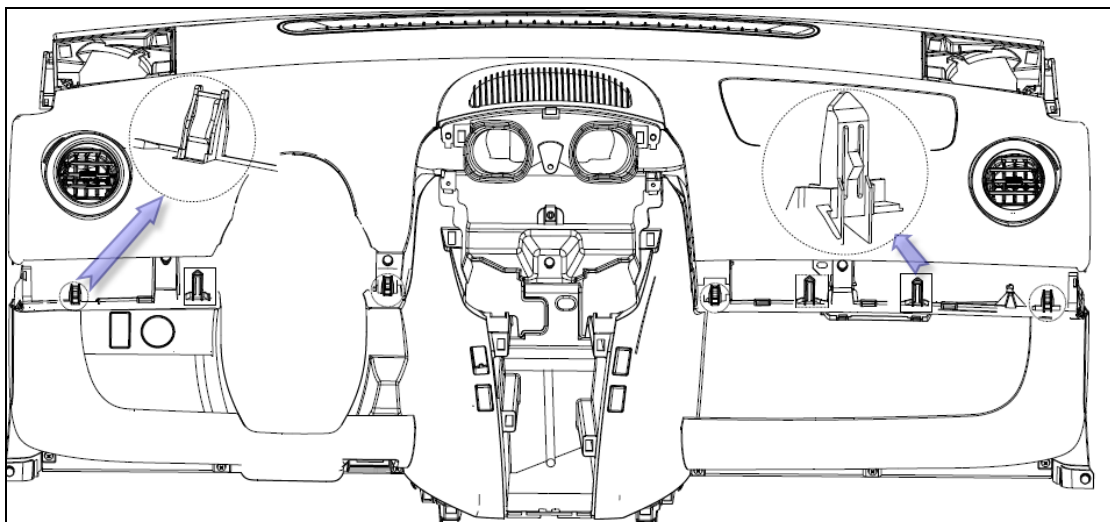

图 2.4.5 仪表板上本体总成拆卸示意图（三）
- (3) 用适当的力将仪表板上本体前沿往上抬起,使图示卡脚全部脱离后,抬起仪表板上本体总成,拔掉安全气囊线束就可以取出仪表板上本体总成。(图2.4.5)